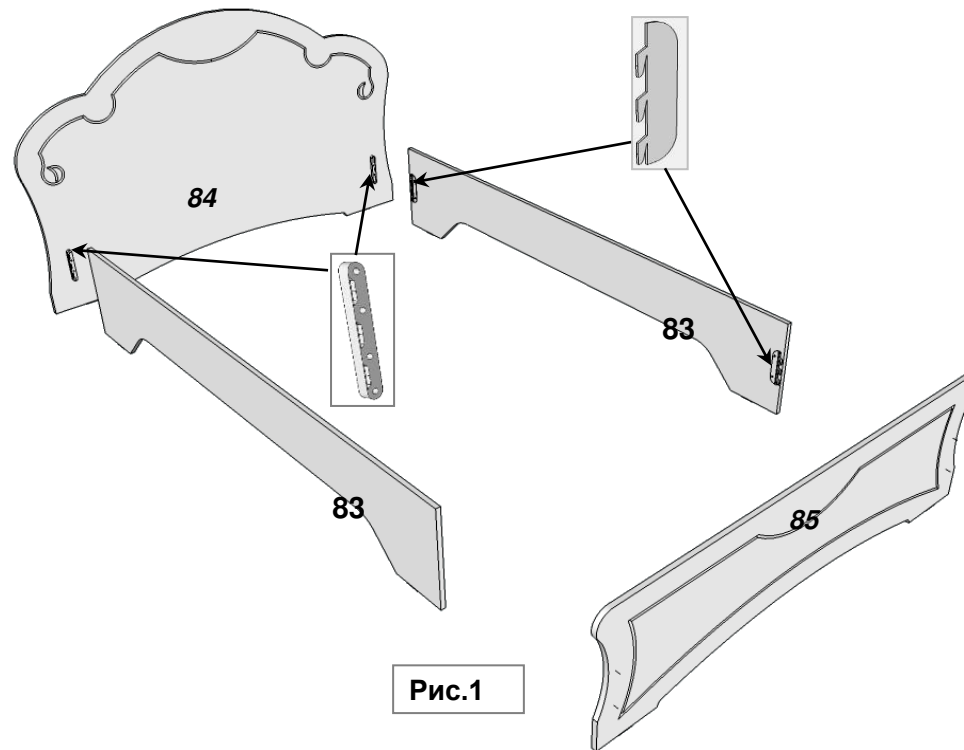
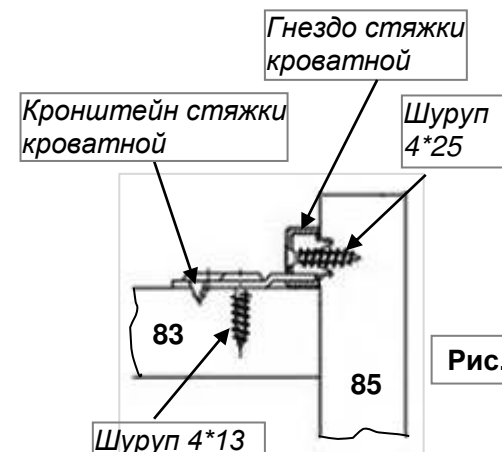

Рис.1
Рис.2
1. Шипы кронштейна стяжки кроватной вставьте в отверстия на внутренней стороне спинки ножной (поз.85), спинки головной (поз.84) как показано на рис. 1. и закрепите их на шурупы 4*13 (смотри рис. 2) .
2. На царги (поз.83) установите гнездо стяжки кроватной на шурупы 4*25 (смотри схему сборки и рис.2) по имеющимся наколам.